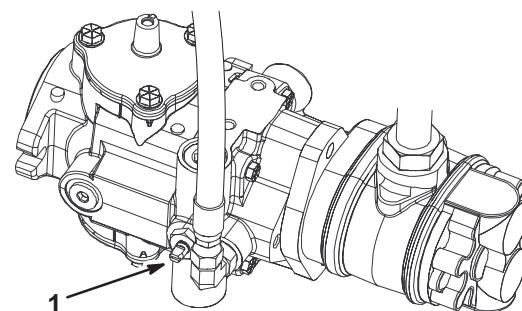

Figure 31
- Trouvez la vanne de dérivation sur la pompe et tournez-la pour que la fente soit verticale (Fig. 31).
2. Avant de mettre le moteur en marche, tournez la vanne de dérivation pour la fermer (fente horizontale) (Fig. 31). Ne mettez pas le moteur en marche quand la vanne est ouverte.